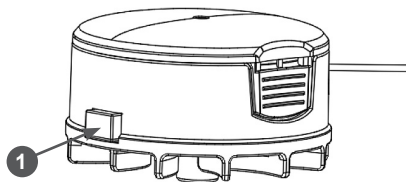

Рис. 12. Ручной режим подачи корда
ключенном триммере нажать кнопку разблокировки 1 (Рис. 12) и одновременно потянуть за конец корда. Повторяйте эту процедуру пока конец корда не достигнет ножа для обрезки корда.
7. Нажав на кнопку 1 (Рис. 12), потяните за конец корда, чтобы тот удлинился. Если будет необходимо, повторите процедуру, чтобы конец корда доставал до ножа для обрезки корда на защитном кожухе.